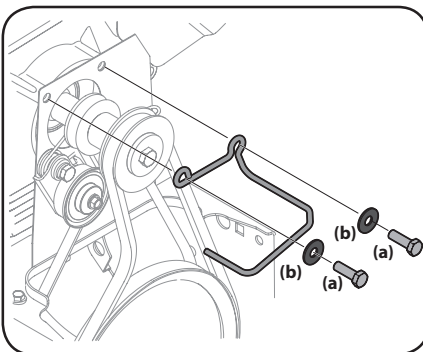

Figura 4-16
3. Afloje y extraiga los dos pernos (a) y las arandelas planas (b) que sujetan la guía de la correa. Extraiga la guía de la correa. Consulte la Figura 4-16.